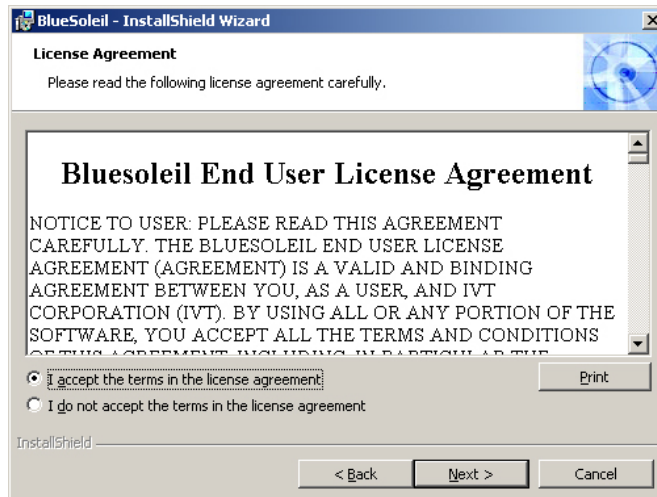

Abbildung 7-31: Lizenzvereinbarung
Schritt 4: Die Lizenzvereinbarung in **Abbildung 7-31** wird angezeigt. Stimmen Sie der Vereinbarung zu, indem Sie **“I accept the terms in the license agreement”** wählen.